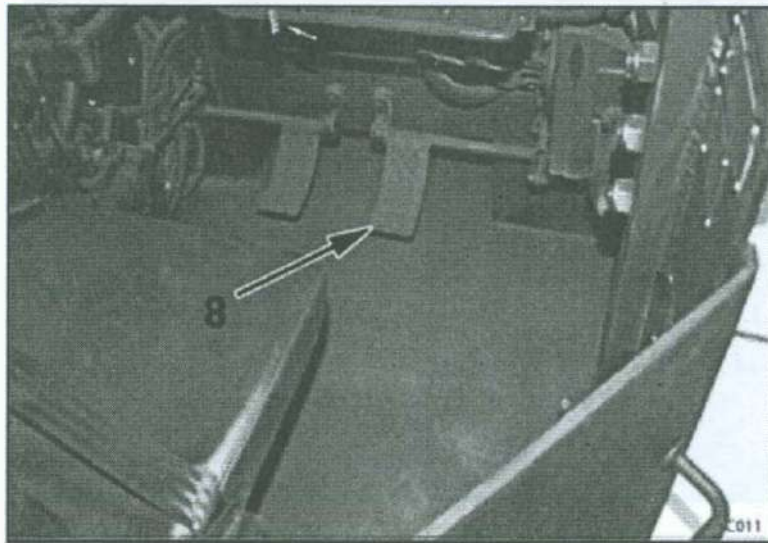

Figura 8. Pedal de avance (acelerador).
El avance del Shuttle car se realiza presionando el pedal del acelerador (8). El pedal debe moverse lentamente para acelerar el equipo a una velocidad de operación segura (debe tener mucho cuidado ya que el pedal es muy sensible) (Ver figura 8).